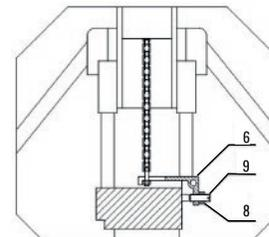

Figura 4
3.5 Tome la tuerca del tornillo que se encuentra al final de la cadena 4 y enganche a la ranura de la placa de la palanca 6. Observe figura 2 y figura 4.
4.2 El tornillo 9 en la figura 4 es usado para ajustar el patín hidráulico manual. Cuando el patín hidráulico colapse inmediatamente tras haber levantado, usted debería girar el tornillo 9 un poco en contra de las manecillas del reloj. Y probar nuevamente el patín hidráulico hasta que pueda elevarse normalmente. Si el patín hidráulico no desciende después de ser elevado, deberá girar el tornillo 9 en sentido horario. Y después vuelva a operar el patín hidráulico hasta que pueda descender normalmente. La tuerca hexagonal 8 del tornillo 9, cumple la función de seguro en el pallet manual, por ende, se deberá aflojar la tuerca hexagonal 8 antes de ajustar. Apretar la tuerca 8 después de terminar el ajuste